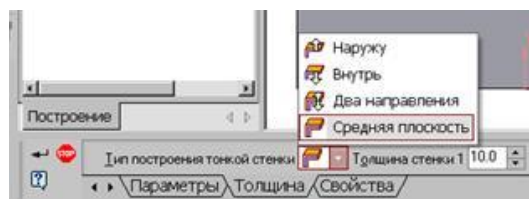

Рис.34 Выбор толщины ребра
5. Для построения ребер жесткости служит кнопка  Ребро жесткости. На панели свойств команды (рис.34) закладка Толщина позволяет выбрать Толщину ребра жесткости. Закладка Параметры позволяет определить:
3. С помощью кнопки Местный вид на странице Ассоциативные виды (рис.34) строим местный вид, для которого можно выбрать свой масштаб, например, 2:1 с помощью контекстного меню редактирования вида (рис.32), которое вызывается щелчком правой кнопкой мыши на выделенном виде. При изменении масштаба следует изменить обозначение местного вида: А (2:1).